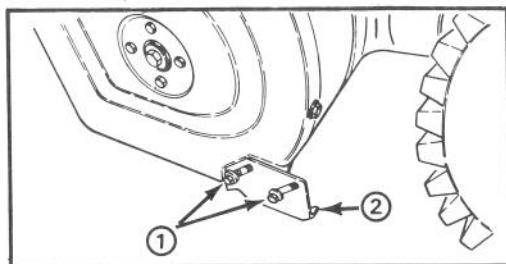

Figure 18
RÉGLAGE DES PATINS (fig. 18)
2. Desserrez les 4 boulons à brides fixant les deux patins aux plaques latérales (fig. 18).